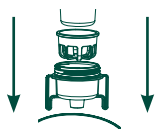

Figure: 3
- 4 Placez le filtre à charbon avec le fond arrondi orienté vers le bas dans la cartouche du filtre à charbon. Voyez la Figure: 3.